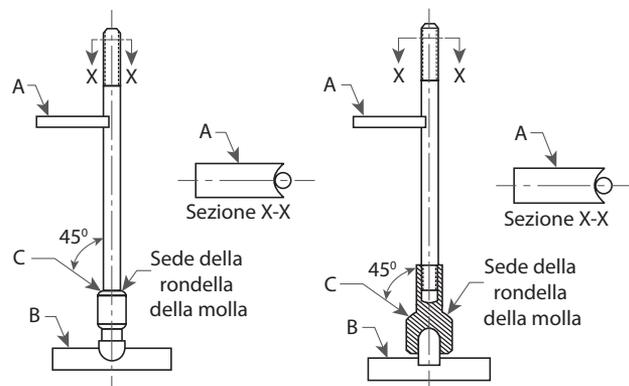

Figura 28: Configurazione di supporto del blocco a V
- Configurare il supporto del blocco a V (vedere Figura 28) come segue:
- Posizionare i mandrini a sfera in un pezzo di materiale B precedentemente incassato per consentire la libera rotazione del mandrino (15). Per i mandrini cavi è necessario un supporto a sfera.